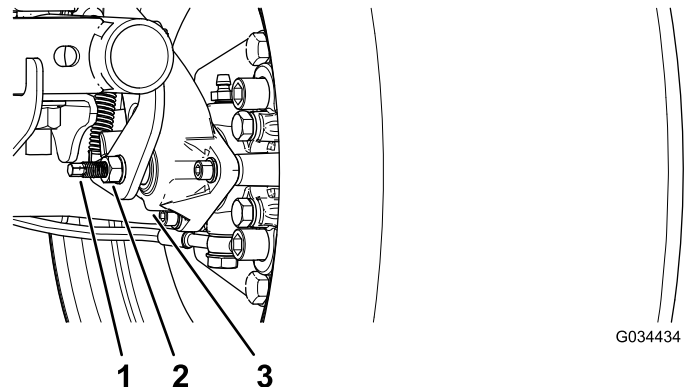

Bild 54
- Verwenden Sie zwei Schraubenschlüssel und arretieren Sie die Strebe an der Bremsbacke mit einem Schraubenschlüssel und lösen Sie die Klemmmutter um eine Vierteldrehung mit dem anderen (Bild 54).
- Halten Sie die Strebe zum Einstellen und die Klemmmutter fest und drehen Sie die Strebe zum Einstellen, um sie anzuziehen (Bild 54).
- Halten Sie die Strebe zum Einstellen und die Klemmmutter fest und drehen sie um eine Vierteldrehung heraus (Bild 54).
- Halten Sie die Strebe zum Einstellen und die Klemmmutter fest und ziehen Sie die Klemmmutter an (Bild 54).